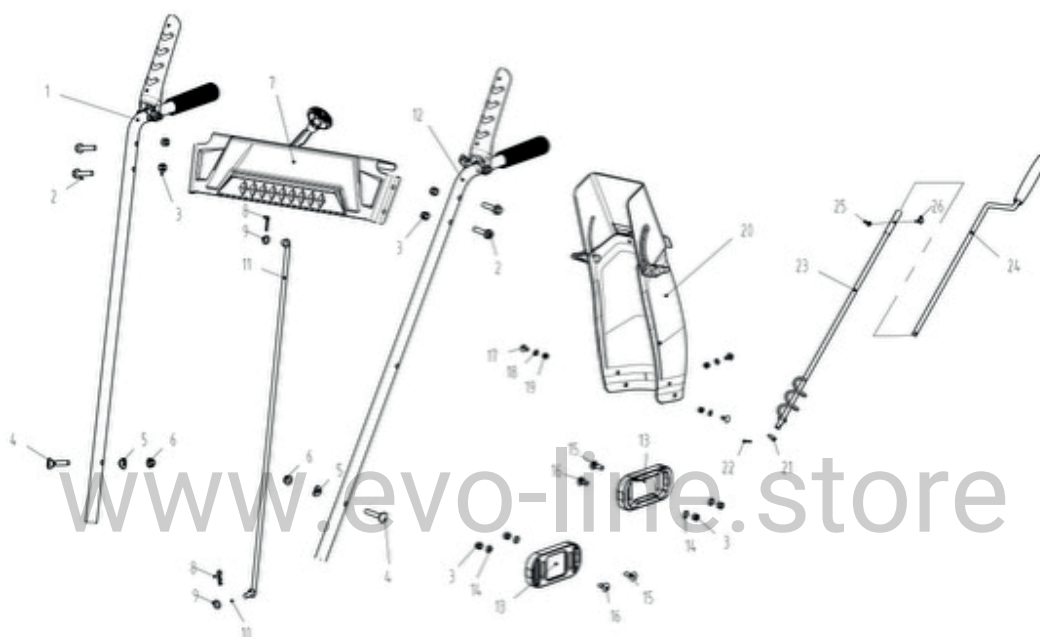

рис. 1
3.1 Распакуйте и сверьте со схемой сборки. В случае каких-либо неполадок обратитесь к дилеру. (см. рис. 1).